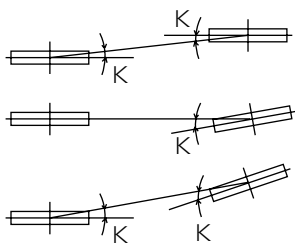

図1
1. ファンプーリーと電動機プーリーの平行度は図1.表1の規格を満足するようにセットしてください。